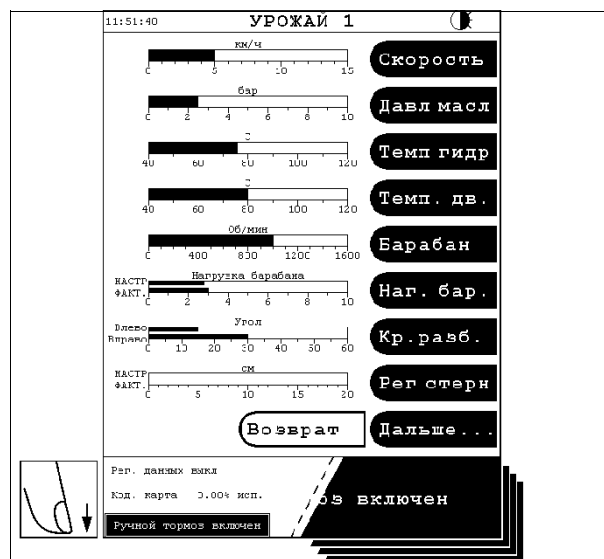

Рис. 4.
(рис. 4)
**ПРИМЕЧАНИЕ:** Путем продолжительного нажатия на информационное поле внизу экрана можно просмотреть всю полученную информацию и, в заключение, стандартные данные, перечисленные ниже, (рисунок снизу рис. 4).